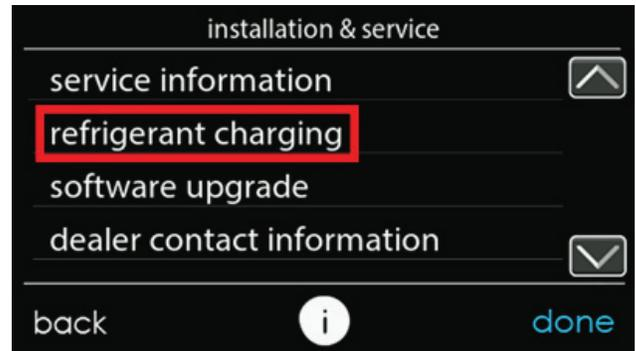
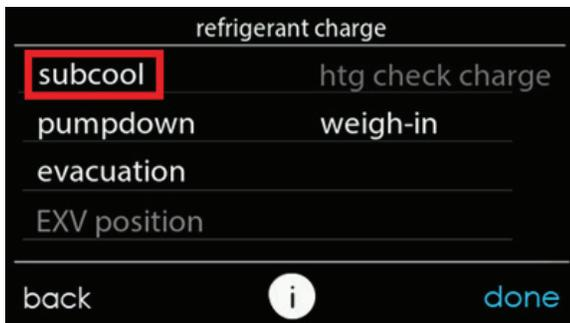

Fig. 11 – Sélectionner la charge de frigorigène
Fig. 12 – Sélectionner le sous-refroidissement de frigorigène A200031
4. Accédez à la zone de service en appuyant sur le bouton MENU à partir de l'écran principal (voir la Fig. 10). Défilez jusqu'à l'icône d'entretien et maintenez-la jusqu'à ce qu'elle devienne verte. Une fois dans le menu d'installation et d'entretien, sélectionnez la charge de frigorigène (voir la Fig. 11).
5. Si la température ambiante extérieure se situe entre 18 °C (65 °F) et 41 °C (105 °F) et que la température intérieure se situe entre 18 °C (65 °F) et 27 °C (80 °F), sélectionnez « subcool » (charge de sous-refroidissement) (voir la Fig. 12).
2. Dans le menu « installation and service » (installation et entretien) de l'interface utilisateur (voir la Fig. 10), allez à « refrigerant charging » (charge de frigorigène) puis à « pump down » (évacuation de frigorigène) (voir les figures Fig. 10 et Fig. 11).
2. Dans le menu « installation and service » (installation et entretien) de l'interface utilisateur (voir la Fig. 10), allez à « refrigerant charging » (charge de frigorigène) puis « evacuation » (évacuation) (voir la Fig. 11 et la Fig. 12).